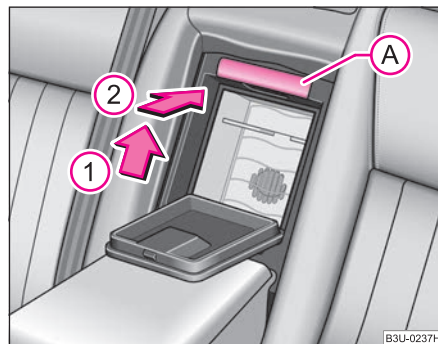
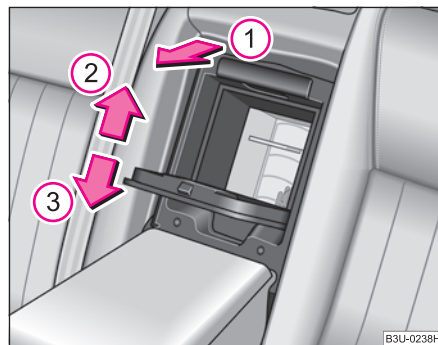

Fig. 77 Desmontar el minifrigorífico
Fig. 78 Montar el minifrigorífico
- Extraiga el enclavamiento (A) ⇒ fig. 77.
- Presione el lado superior del minifrigorífico por dentro en el sentido de la flecha (1) y deposite el minifrigorífico en el maletero (véase la flecha (2)).
- Abata la tapa del minifrigorífico sobre el chasis de fijación ⇒ fig. 78.
- Tire hacia delante del minifrigorífico por el borde superior hasta el tope (véase la flecha (1)), presione con la palma de la mano la pared superior (véase la flecha (2)), vuelva a tirar del minifrigorífico hacia delante y presiónelo hacia abajo (véase la flecha (3)).
- Desplace el enclavamiento **A** ⇒ página 94, fig. 77 hasta el tope en el chasis de fijación.